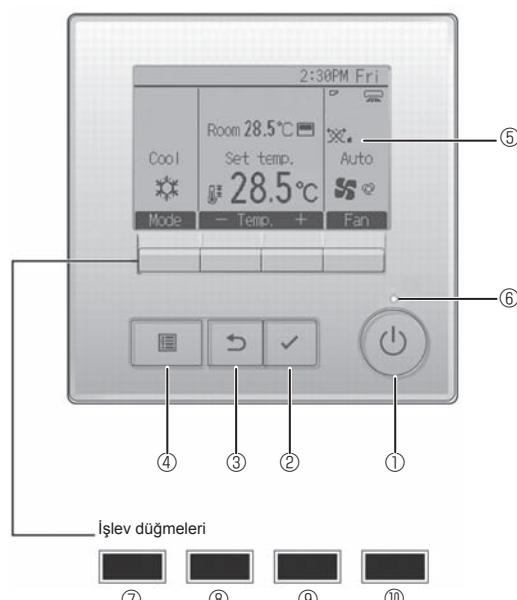

Fig. 7-2
7.3.1. Kablolu uzaktan kumanda kullanılarak (Fig. 7-2)
① [ON/OFF] (AÇMA/KAPATMA) düğmesi